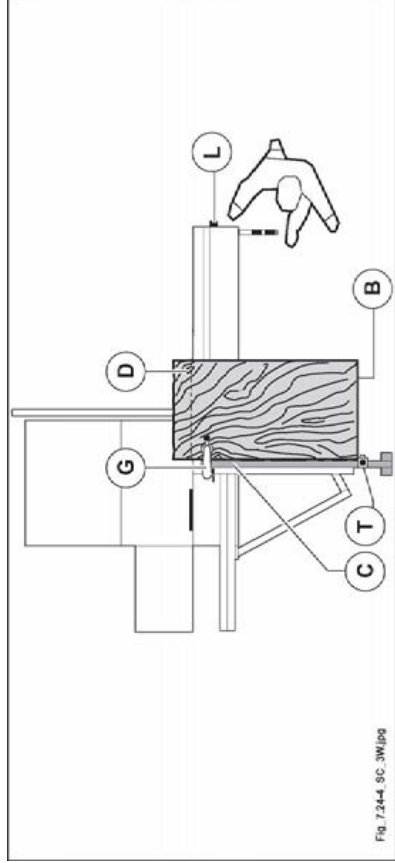

Abb. 7.24-4
- Schiebetisch ganz rechts vorstellen (siehe Abb. 7.24-4) und Hebel (L Abb. 7.24-4) festklemmen. (w/7.24.4.00)
- Platte um 90° drehen, die besäumte Seite (C Abb. 7.24-4) gegen Alu-Lineal und Seite (B Abb. 7.24-4) gegen Anschlag (T Abb. 7.24-4) (der auf das gewünschte Schnittmaß eingestellt ist) legen, Platte durch Spannarm (G Abb. 7.24-4) festspannen Schnitt (D) Abb. 7.24-4) vornehmen.